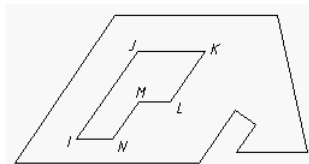

图1-7 画线段 IJ 、 JK 等
3. 画线段 IJ 、 JK 、 KL 等, 如图 1-7 所示。
结果如图 1-7 所示。